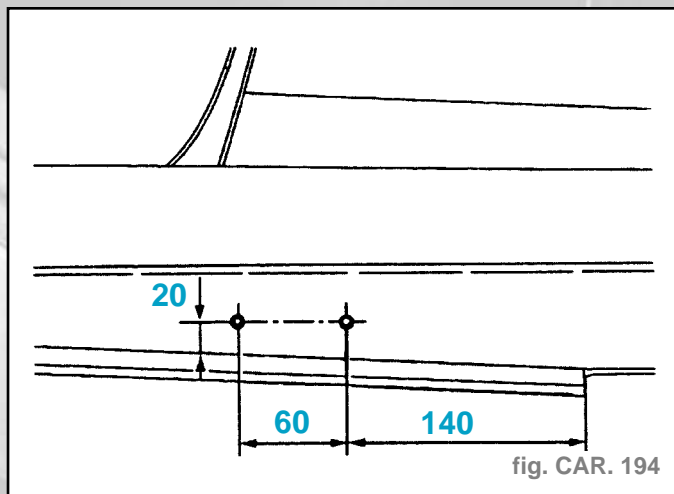

fig. CAR. 194
- Tracer puis percer à diamètre **6,5 mm** pour soudage ultérieur par points bouchons (fig. CAR. 194).